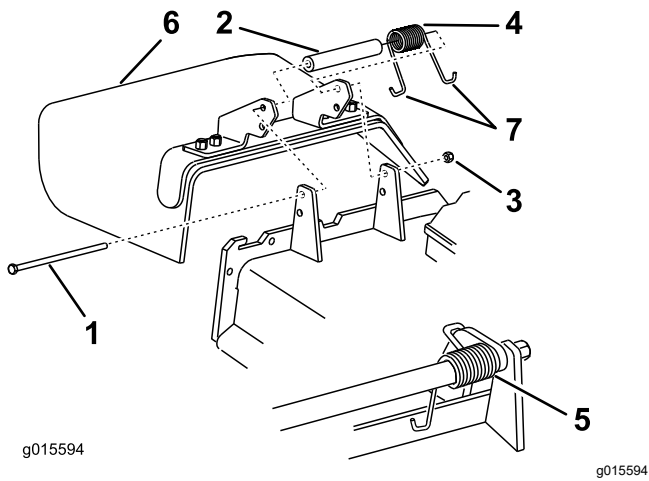

Figura 121
1. Retire la contratuerca, el perno, el muelle y el espaciador que sujetan el deflector a los soportes de pivote (Figura 121).
2. Retire el deflector de hierba dañado o desgastado (Figura 121).
- Nota:** Asegúrese de colocar un extremo en J del muelle detrás del reborde de la carcasa antes de instalar el perno, como se muestra en la Figura 121.
- Coloque un extremo en J del muelle alrededor del deflector de hierba (Figura 121).